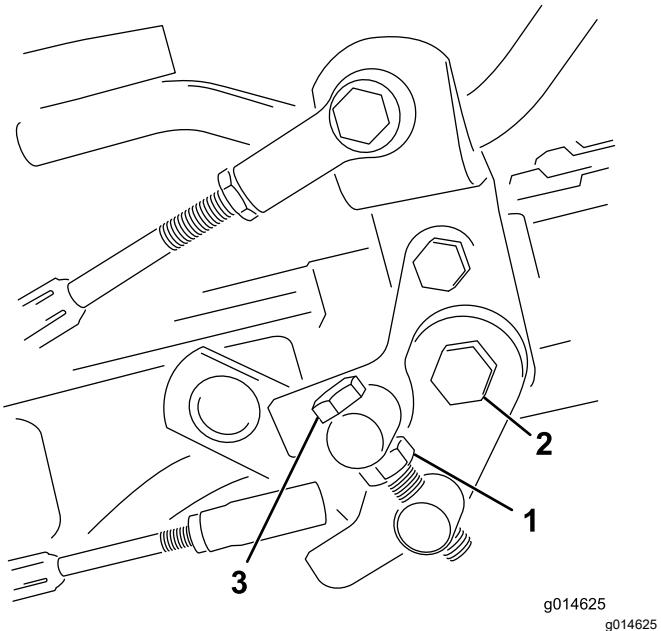

Figura 46
1. Afloje la contratuerca del tornillo de caperuza del muñón (Figura 46).
| 4. Apriete la contratuerca del perno del muñón y la tuerca de la articulación del pedal para bloquear el ajuste (Figura 46). Compruebe el funcionamiento, y vuelva a ajustar si es necesario. | |